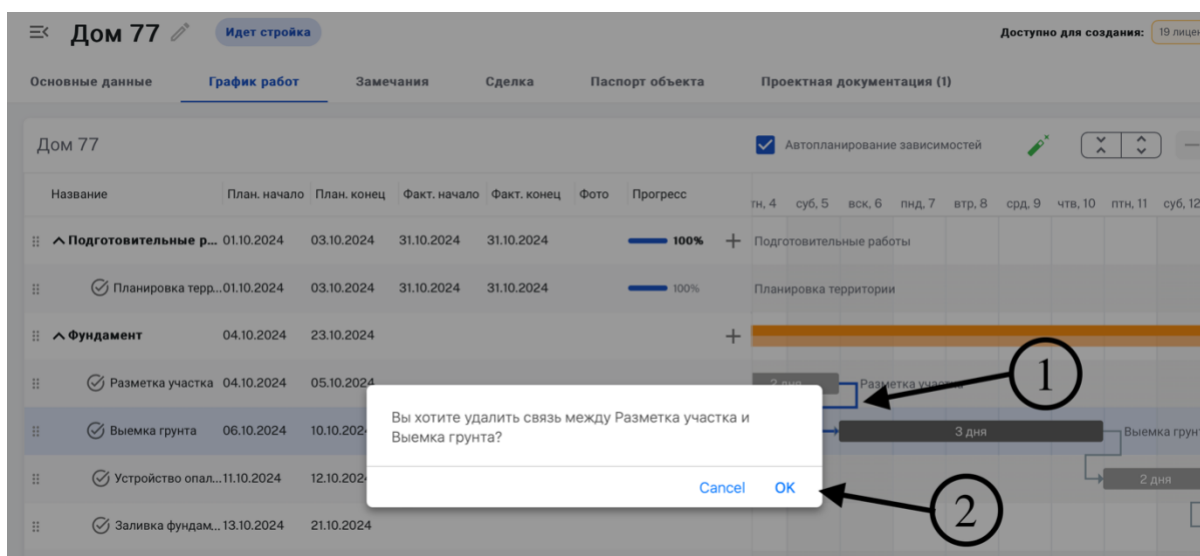

Рисунок 41 - Удаление связи из Ганта
Для удаления связи между работами необходимо два раза щелкнуть левой клавишей мыши в графической части диаграммы Ганта по линии связи (1) и нажать кнопку «Удалить связь» (2) Рисунок 41.